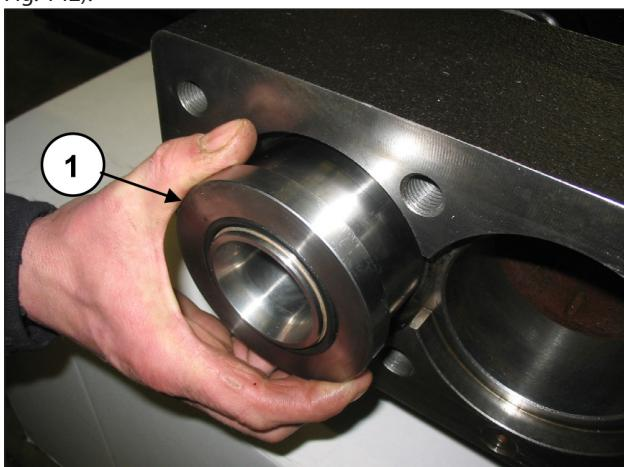

Fig. 142
tourner l'arbre pour faire avancer le guide du piston de sorte que le tampon, en avançant à son tour, puisse chasser le support des joints et le groupe piston complet (rep. ①, Fig. 142).